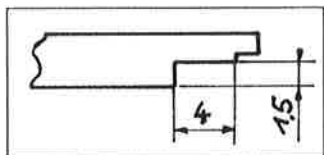

FIGURE 19
- évidement marchepied inférieur (voir fig. 19)